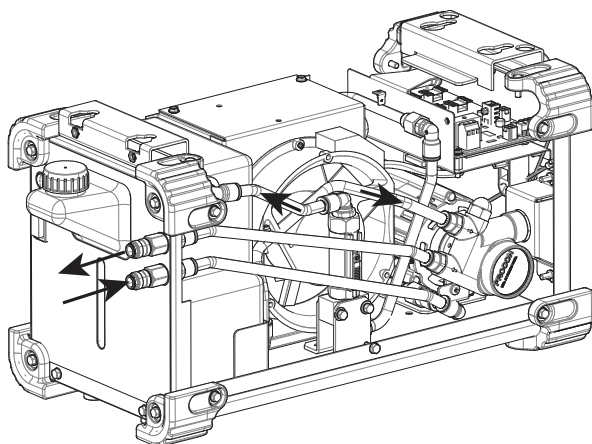

Figura 6
- Conectați furtunurile de apă ale răcitorului - Figura 6.